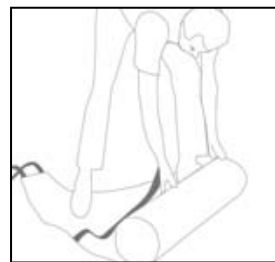

Fig. 3
- Lösen Sie die Haltetasche, steigen Sie auf das Fußende der Trage und rollen Sie die Trage ganz aus. (Fig. 3).